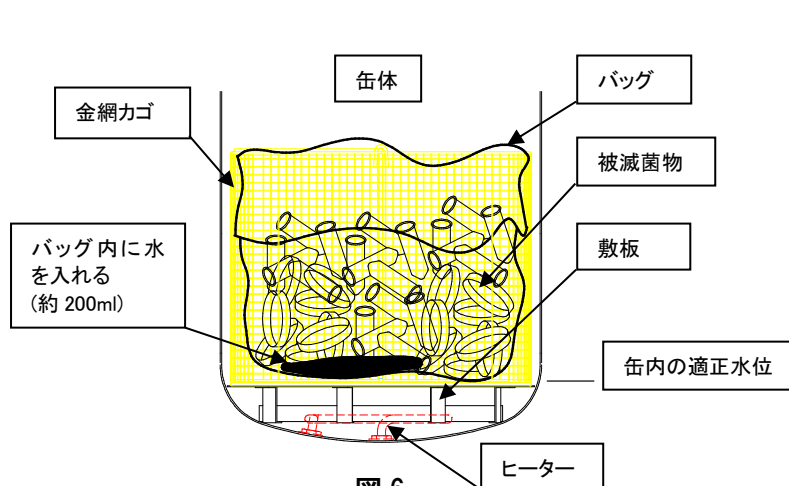
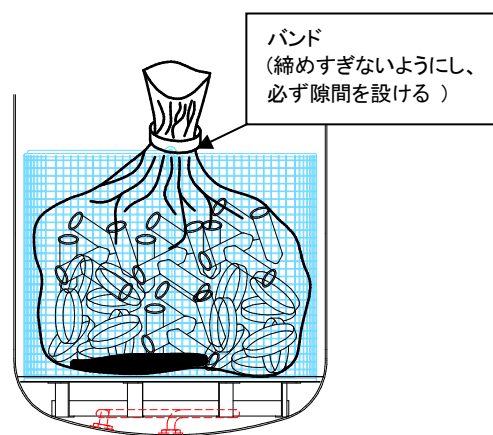

図 6
図 7
折り返したバッグ容積の 60%程度の内容量にとどめてください。(図 6)
- ❗ バッグの口は必ず開いてください。(図 6, 図 7)
- ❗ 確実な滅菌の為にバッグに 200ml 程度の水を入れてください。(図 6)